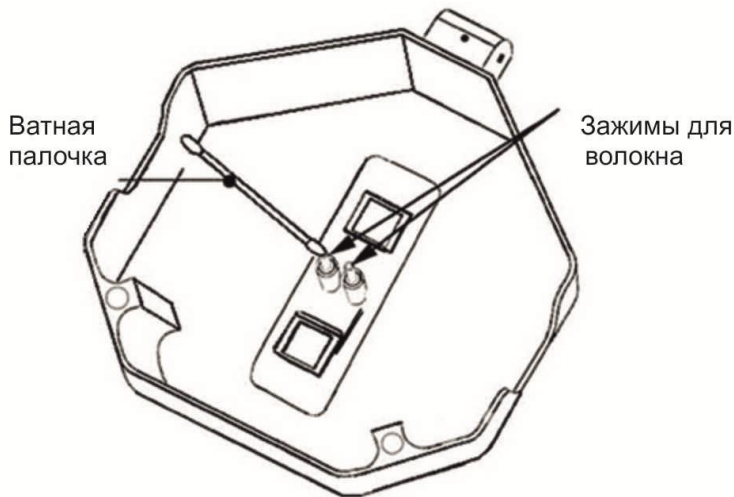

Рис. 4-3.
- 2) Очистите поверхность зажимов с помощью тонкого тампона, смоченного в спирте, как показано на рис. 4-3. Удалите излишки спирта с помощью сухого ватного тампона.